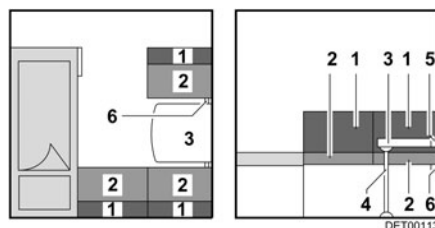

Fig. 74 Avant la transformation
- Faire pivoter la table (Fig. 74,3) de 45° vers le haut et prendre la baguette de support supérieure (Fig. 74,5).
- Retirer le pied de table (Fig. 74,4).
- Insérer la baguette (Fig. 74,6) ou tirer vers le centre. La baguette est positionnée correctement si elle maintient le plateau de table directement derrière le logement pour le pied de table.